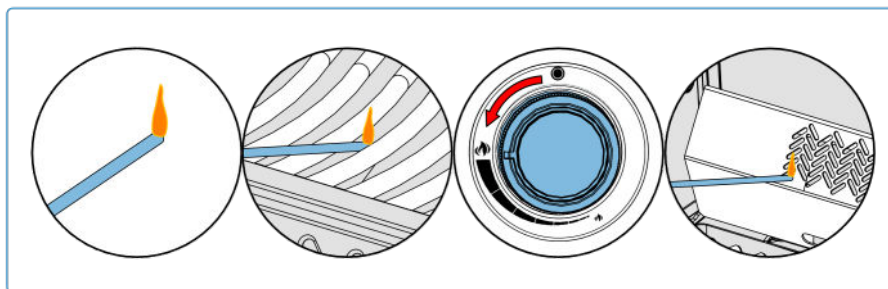

Fig. 8
3. Rotește în același timp butonul arzătorului corespunzător în poziția HIGH. **(Fig. 8)**